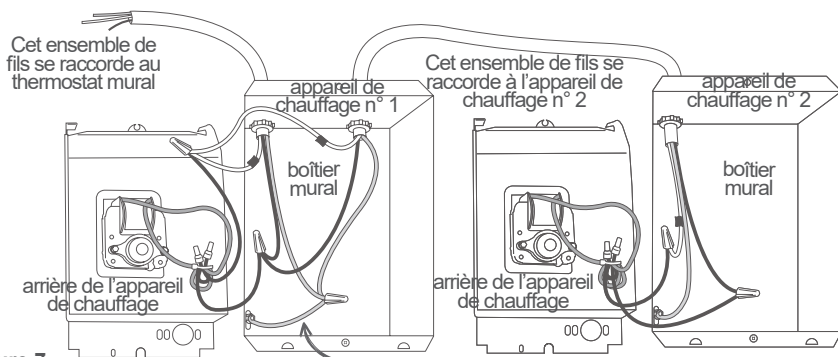

Figure 7
1. Acheminer le câble d'alimentation électrique du disjoncteur au thermostat mural. Au boîtier mural de l'appareil de chauffage n° 1, fixer deux ensembles de fils à l'aide de deux serre-câbles (non inclus), en laissant une longueur de connexion d'au moins 6 pouces (15 cm). Un ensemble de fils se raccorde au thermostat mural et l'autre à l'appareil de chauffage n° 2 (voir la figure 7).
2. Il y a deux fils de terre dans le boîtier mural de l'appareil de chauffage n° 1. L'ajout d'un court fil de cuivre est nécessaire pour assurer la connexion à trois conducteurs avec la vis de terre (voir la figure 7).
4. Dans le cas de l'appareil de chauffage n° 2, procéder au raccordement comme illustré à la figure 7 ci-dessus. Passer à l'ÉTAPE 4, numéro 2, "Faire la connexion des câbles" sur la page 5.